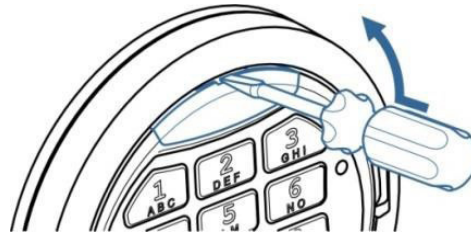

Fig. 7.2
- Retire la tapa de plástico para la alimentación de emergencia (5), consulte la Fig. 7.2.